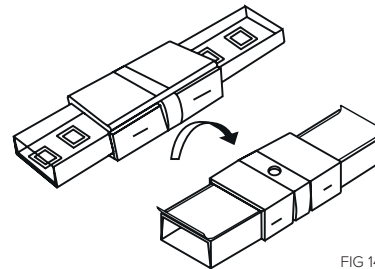

FIG 14.
15. Draai de ledstrips met connector om (zie fig 14).